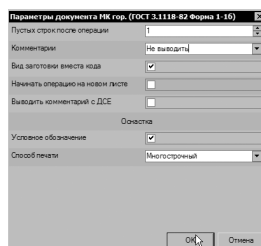

Рисунок 80
39. В открывшемся окне установите параметры так, как показано на рис. 80 и нажмите кнопку **ОК**.